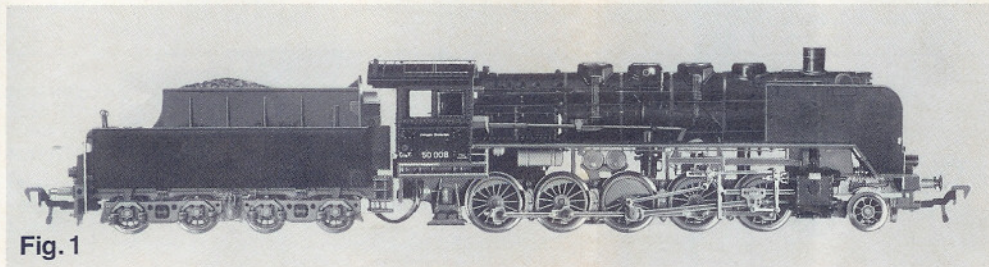

Fig. 1
Im Auftrag der Deutschen Reichsbahn Gesellschaft (DRG) wurden von 1939—1948 ca. 3160 Stück leichte Güterzuglokomotiven, Gattung G 56.16 der Einheitsbaureihe BR 50 gebaut. Als Bauart 1'E h2 hatte die Lok eine Reibungslast von 75 Mp und konnte bei einer Leistung von 1625 PSi eine Höchstgeschwindigkeit von 80 km/h vorwärts wie rückwärts fahren. Die Vorbild-Lok wurde 1939 von der Fa. Henschel & Sohn unter der Fabriknummer 24362 gebaut und an die Deutsche Reichsbahn (DRG) ausgeliefert. Bei der Deutschen Bundesbahn (DB) war diese Lok bis 1968 im Einsatz (Fig. 1).
As ordered by the Deutschen Reichsbahn Gesellschaft (DRG) about 3160 of these goods locomotives type G 56.15 of the Class 50, were constructed during the year 1939—1948. Built as 2-10-0 h2, the loco developed 1625 horse power, and had a top speed of 80 km/h both forward and backwards. The prototype locomotive as built in 1939 by the firm of Henschel + Sohn under the works number 24362, and delivered to the Deutschen Reichsbahn (DRG). This loco was then in service with the Deutsche Bundesbahn (DB) until 1968 (fig. 1).
Pendant la période 1939 à 1948 la Deutsche Reichsbahn a fait construire, environ 3160 locomotives légères pour trains de marchandises du type G 56.15. De type 1'E h2, elle pouvait circuler à 80 km/h en avant ou en arrière et elle développait une puissance de 1625 CV. Le prototype de cette locomotive a été construit en 1939 par les usines Henschel + Sohn sous le numéro 24362. Elle fut livrée à la Deutsche Reichsbahn (DRG). Cette locomotive resta en service à la Deutsche Bundesbahn (DB) jusqu'en 1968 (fig. 1).
In opdracht van de Deutsche Reichsbahn Gesellschaft (DRG) zijn in de periode van 1939—1948 ca. 3160 stuks lichte goedertreinlocomotieven van het type G 56.15 gebouwd. In de uitvoering 1'E h2 had de loc een wrijving van 75 Mp en kon bij een vermogen van 1625 PSi een topsnelheid bereiken van 80 km/h zowel voor- als achteruitrijdend. Het voorbeeld voor deze locomotief werd in 1939 door de Firma Henschel + Sohn gebouwd onder het fabrieksnummer 24362 en werd aan de Deutsche Reichsbahn Gesellschaft (DRG) geleverd. Bij de Deutsche Bundesbahn (DB) was deze loc nog tot 1968 in dienst (fig. 1).
Enligt order av Deutschen Reichsbahn Gesellschaft (DRG) byggdes 1939—1948 ca. 3160 lätta godståglokomotiv, G 56.15, littera BR 50 av olika tyska och europeiska tillverkare. Med litt. 1'E h2 presterade loket 75 Mp och kunde vid en effekt av 1625 hk köra i max-hastigheten av 80 km/h såväl framåt som bakåt. Förebildsloket byggdes 1939 av firman Henschel + Sohn med fabriksnumret 24362 och leverades an Tyska Riksjärnvägen (DRG). Hos Tyska Förbundsjärnvägen (DB) var detta lok i drift till 1968 (fig. 1).
La Deutsche Reichsbahn Gesellschaft (DRG) commissionò la costruzione di circa 3.160 esemplari delle locomotive modello G 56.15 serie di costruzione BR 50, per l'impiego dei treni merci veloci. Questa locomotiva era del tipo 1'E h2 con una forza di trazione di 75 Mp ed aveva una velocità massima avanti/indietro di 80 km/h con una potenza di 1.625 HP. La locomotiva originale è stata costruita per la prima volta nell'anno 1939 dalla ditta Henschel+Sohn e portava il numero di costruzione 24362 ed è stata consegnata alle ferrovie tedesche (DRG). Le ferrovie federali (DB) hanno tenuto in esercizio questa locomotiva fino del 1968 (fig. 1).